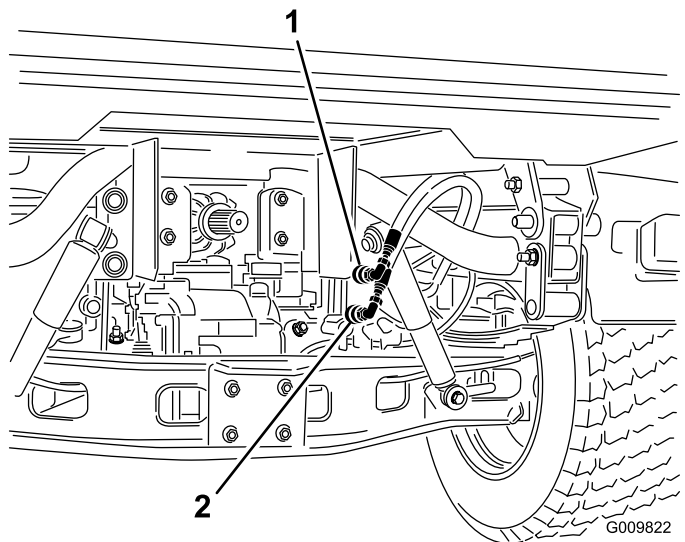

Figura 69
2. En ambas máquinas, desconecte las dos mangueras de acoplamiento rápido de las mangueras que están conectadas al soporte de acoplamiento (Figura 69).